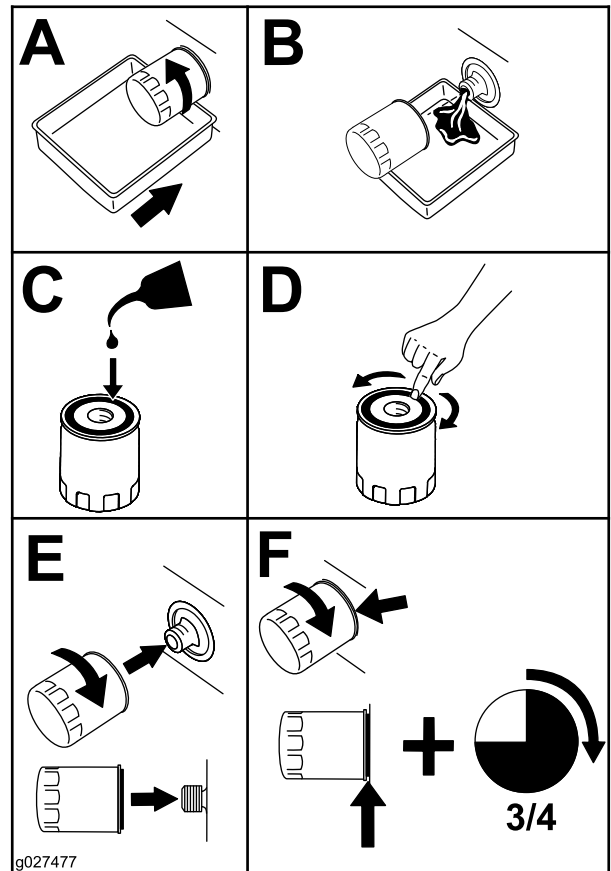

Figura 48
- Mude o filtro do óleo do motor, conforme se mostra na Figura 48.